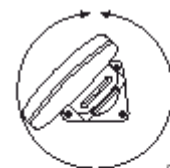
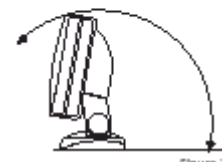

Figure 1
Figure 2
- Powierzchnia montażowa powinna być na tyle duża, aby pozwalała na swobodne obracanie i łatwe zakładanie i zdejmowanie monitora. (Rysunki: Figure 1 i Figure 2)